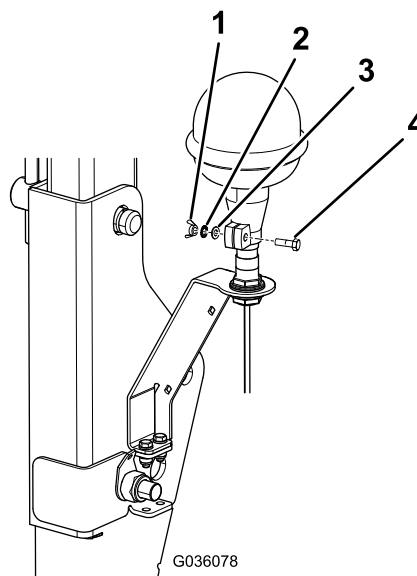

Figura 13
6. Apriete la tuerca de orejeta de la abrazadera (Figura 13).